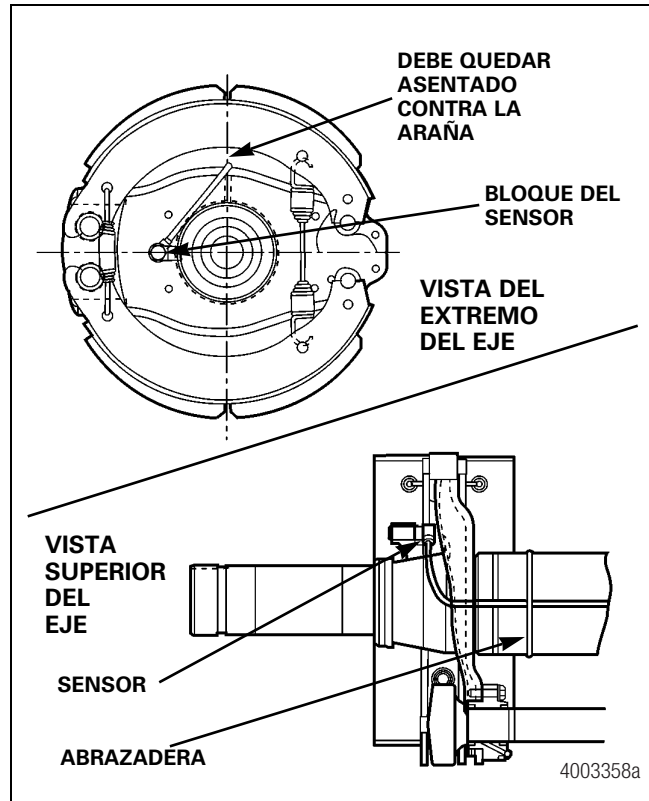

Figura 13.13
- Encamine de la manera siguiente los cables del ABS en los ejes modelo TP y TR equipados con frenos de levas sin agujero en la araña para ABS. Figura 13.13.